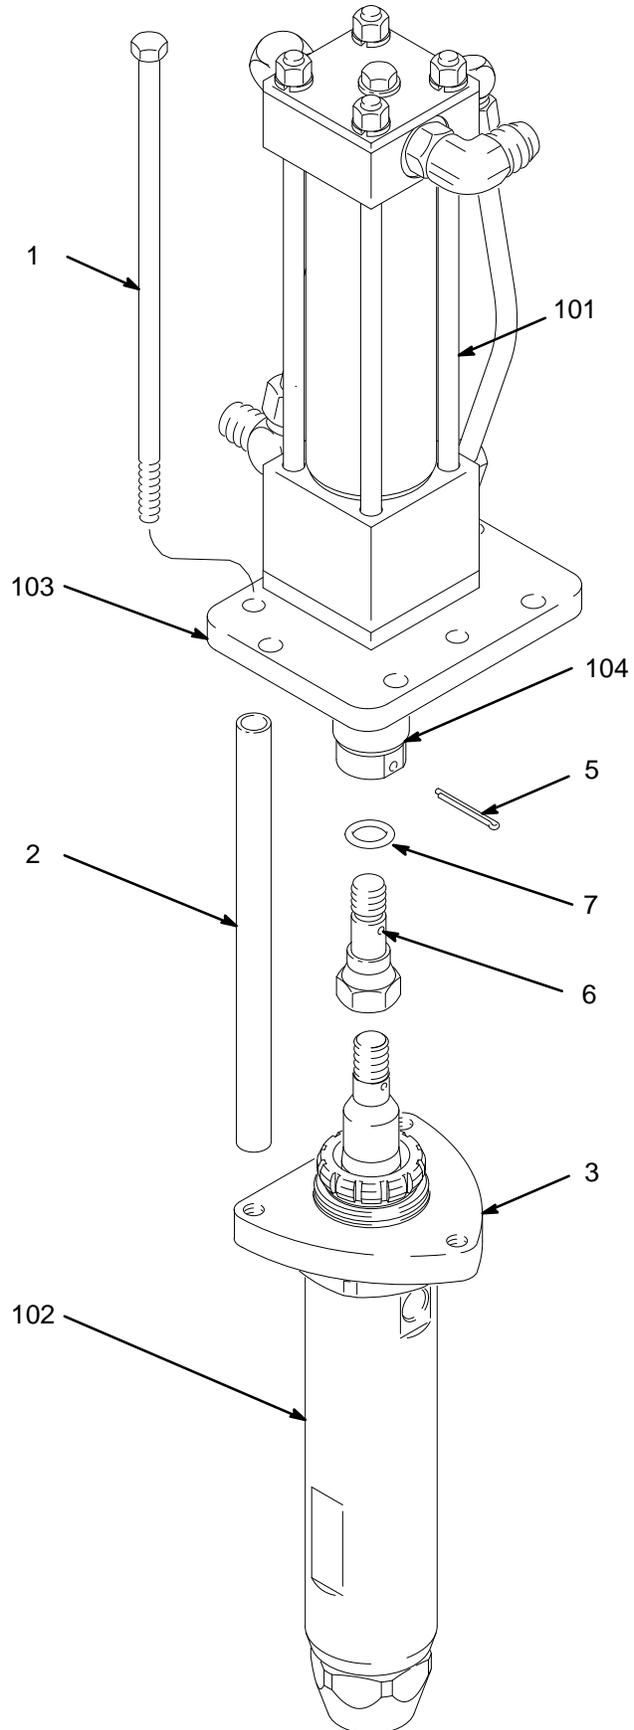

Fig. 2
3. Extraer el pasador de aletas (5) y desenroscar el acoplador (6) de la varilla de desplazamiento del motor hidráulico (104). Extraer la junta tórica (7) del acoplador. Ver la Fig. 2.
4. Con la unidad en posición vertical, quitar los tres pernos (1) y las barras de conexión (2) que aguantan el motor hidráulico (101) hacia la bomba (102). Ver la Fig. 2.
1. Con la unidad en posición vertical, insertar los tres pernos (1) a través de la placa de conexión (103) del motor hidráulico, las barras de conexión (2) y la placa de conexión de la bomba (3). Aplicar un par de torsión de 27–40 N•m (20–30 pies/lb) a los pernos.
2. Lubricar la junta tórica (7) y colocarla en el sitio correspondiente en el acoplador (6). Insertar el acoplador en la varilla de desplazamiento (104) del motor hidráulico, asegurándose que los orificios en ambas piezas estén alineados. Aplicar un par de torsión de 101–108 N•m (75–80 pies/lb). Insertar el pasador de aletas (5). Ver la Fig. 2.